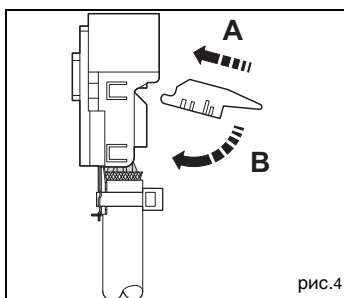

рис.4
- Encliqueter les deux étriers de verrouillage dans la rainure de l'isolant femelle (fig. 4 A).
- Rabattre les étriers de verrouillage sur le serre-fil (fig. 4 B).
- Snap both locking latches in the groove of the female insert (Fig. 4 A).
- Open up the locking latches on the clamping part (Fig. 4 B).
- Rasten Sie die beiden Verriegelungsbügel in die Nut des Buchseinsatzes (Abb. 4 A).
- Klappen Sie die Verriegelungsbügel auf den Klemmkörper (Abb. 4 B).
Abb./Fig.4
- Зафиксировать обе защелки-фиксаторы в пазах гнездовой вставки (рис. 4 А).
- Откинуть защелки-фиксаторы на клеммном модуле (рис. 4 В)